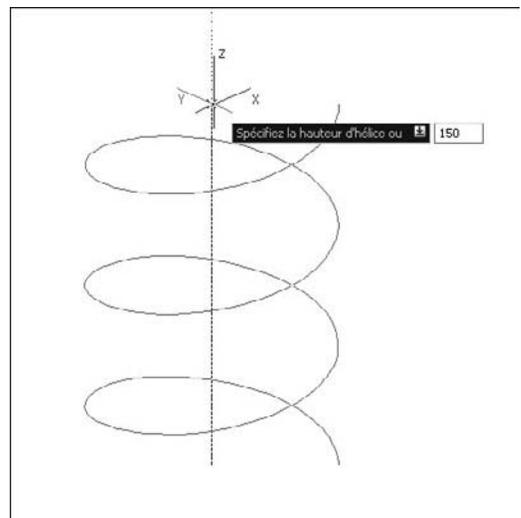

Fig.16.18
**Pour créer une hélice la procédure est la suivante (fig.16.18) :**